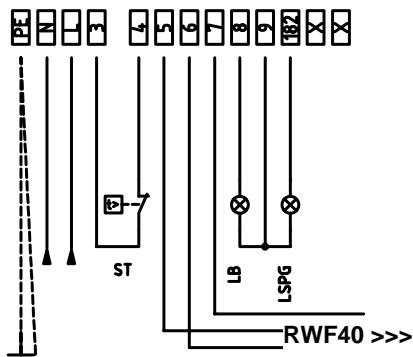

Рис. 26: Модулирующие горелки
3). В случае с модулирующими горелками, клеммы 5,6 и 7 клеммника MA горелки уже подсоединенены с модулирующему регулятору (мод. RWF 40). С электрощита выходит 4-х полюсная вилка, предназначенная для подключения датчика температуры или давления (см. Рис. 26)